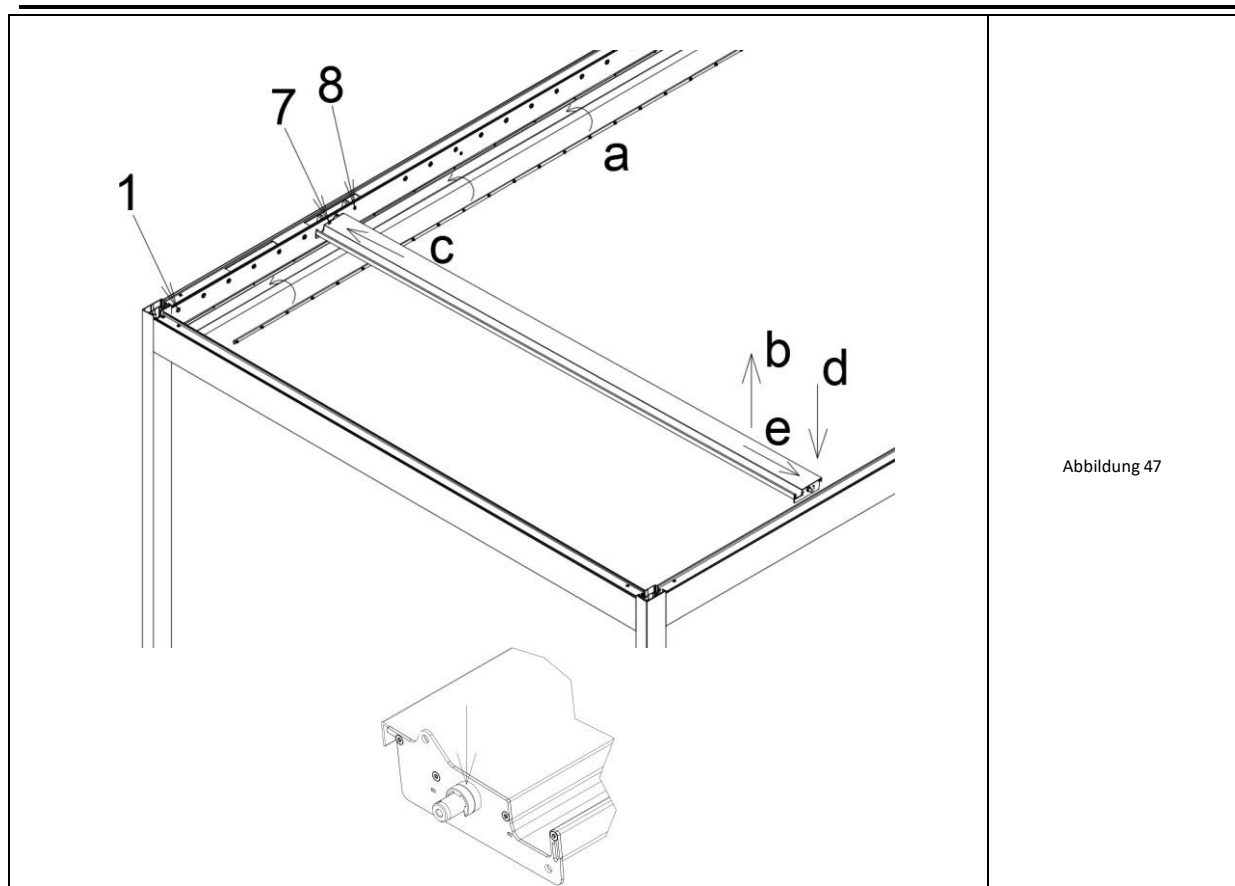

Abbildung 47
4. Beginnen Sie die Montage mit dem Einsetzen von 2 Antriebsfedern. Die Seite der Antriebsabdeckung (mit der oberen Aussparung für die Zugstange) muss auf der Motorseite liegen. Die Antriebslöcher der Federn befinden sich in der Antriebsstange in der Öffnung Bolzen Nr. 7 und 8 (vom Ende des Trägers aus gezählt) – Abb. 47. An der Oberseite des Trägers wurde eine Revisionsöffnung mit sichtbaren Antriebsarmen angebracht. Die Öffnungen 7 und 8 haben unterschiedliche Gleitbuchsen mit Schlitz und ohne Flansch.
5. Reihenfolge der Montage der Feder (Abb. 47): a) Eine der Antriebsstangen (vorher mit allen Bolzen versehen) in die Rinne einführen; b) Die Antriebsfeder über die Pergola in die Achse der Öffnung 7 bringen und das dem Motor gegenüberliegende Ende über den Balken heben; c) Senken Sie das Ende der Lamelle in die Öffnung Nr. 7 und schieben Sie den Bolzen bis zum Anschlag auf der Motorseite in die Öffnung; d) Senken Sie das gegenüberliegende Ende der Feder in die Achse der Öffnung absenken; e) die Feder symmetrisch zwischen den Balken in die Öffnung schieben; f) auf die Bolzen an beiden Enden der Feder jeweils 2 Kunststoffringe Clip anbringen.
- b) Auf beide Enden der Bolzen jeweils 2 Kunststoffringe Clip aufschieben (Abb. 47 unten).